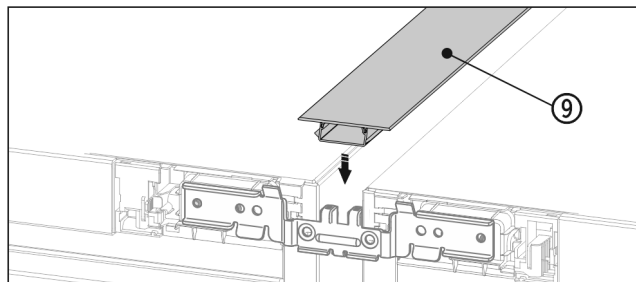

Fig. 21 \*
- Na horní straně zatlačte krátkou krycí lištu Fig. 21 (9) do horizontální spáry.\*